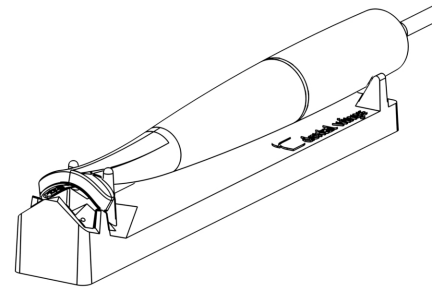

図 4: 整合チェックツールの使用
3. ハンドピースを整合チェックツールにセットし、両側のヘッドがきちんとツールに乗っていることを確認します (図 4)。